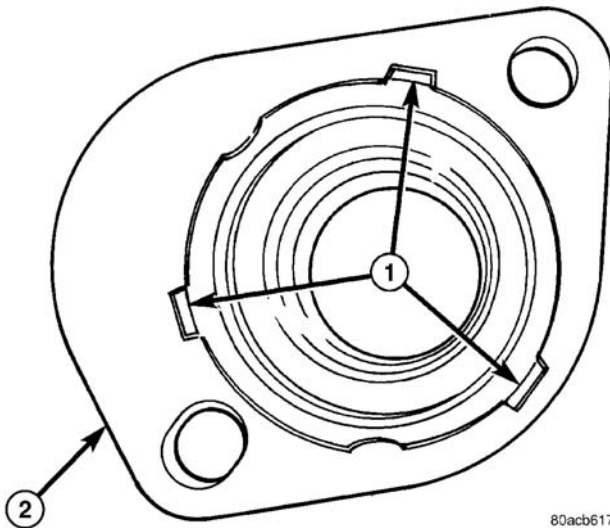

图 11 接头定位材料的拆卸
- (1) 为确保更换后的节温器能正确落座，小心地将在定位过程中产生的凸出部分从出口接头凹槽壁中取出。该定位过程能使 OEM 节温器固定在适当的位置（图 11）。不必将更换后的节温器重新定位到出口接头中。